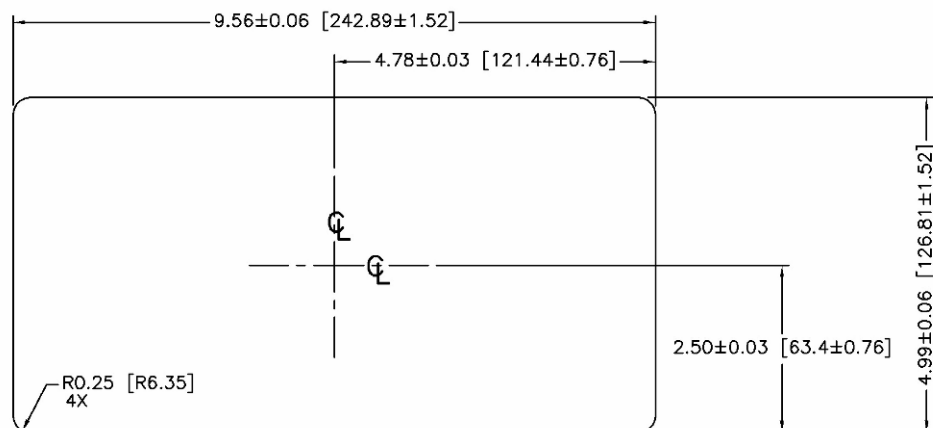

Figure 2-5 : Dimensions de découpe du tableau
4. Coupez une ouverture dans le panneau ou l'enceinte industrielle selon les dimensions de la découpe du tableau (voir la Figure 2-5).